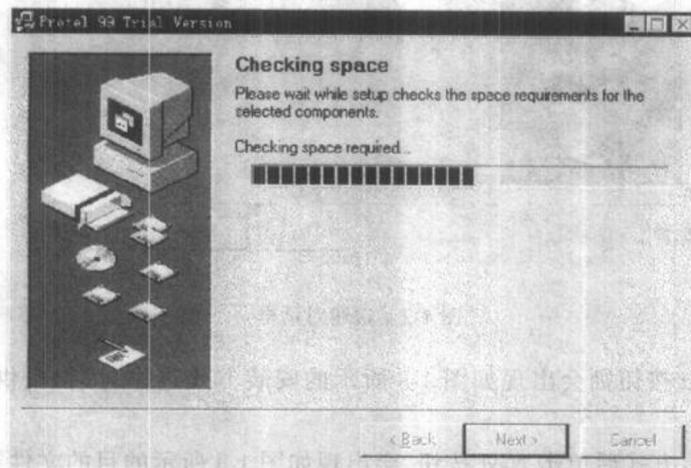

图 1-5 检测所需的硬盘空间对话窗口
(5) 这个窗口提示读者要把 Protel 99 安装到哪一个目的目录中,输入目的目录名称后单击 Next 按钮,则会出现检测所需硬盘空间的对话窗口,如图 1-5 所示。